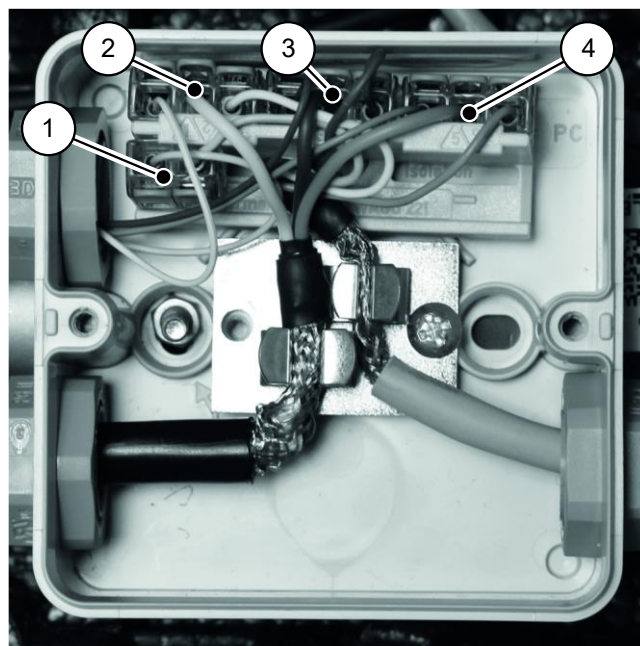

Abb. 2: Verdrahtung der Modbusbox
13. Das Modbuskabel des Alsonic Sensors durch die Kabeldurchführung in die Modbusbox führen und verdrahten (siehe → Abb. 2).